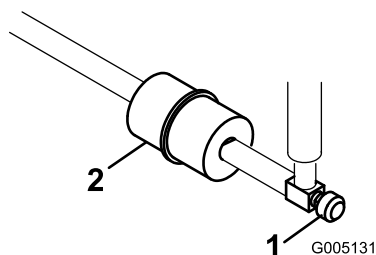

図 45
燃料フィルタはインラインタイプで、燃料タンクとキャブレタの間にあります図 45。フィルタに付いている矢印をエンジンの方に向けて取り付けてください。
- 燃料バルブを閉じ、フィルタのキャブレタ側についているホースクランプをゆるめ、燃料ラインからフィルタを外す(図 45)。
- フィルタの下に容器を置き、もう一方のクランプも外してフィルタを取り出す図 45。